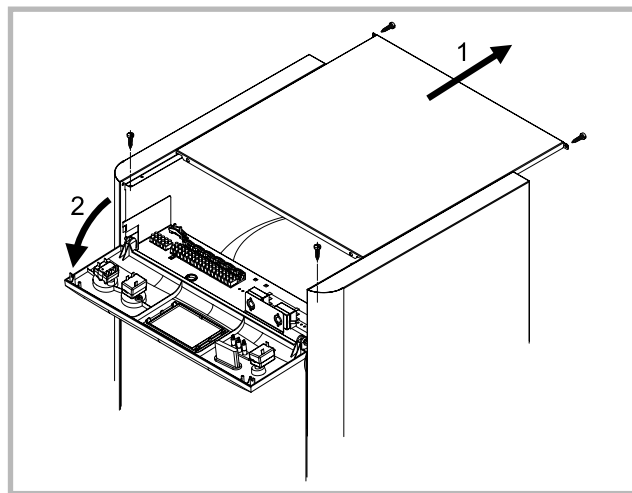

Figure 14-Accès aux bornes de raccordement
- Basculer le tableau de contrôle (fig. 14).